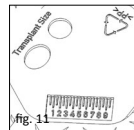

fig. 11
■ **fig. 1b/11** De innarbeidete sjablonene på baksiden av sizer disken (fig. 1b) viser minimal størrelse for transplantatet for underføring av trommehinnen (fig. 11).
■ **fig. 11** Millimeterskalaen brukes til generelle sammenlignende målinger, noe som kan være nyttig i rammen av en mellomøreoperasjon. Baksiden kan prinsipielt også brukes som underlag eller prepareringsområde for diverse prosedyrer som for eksempel bearbeidning av transplantat eller mellomlagring.